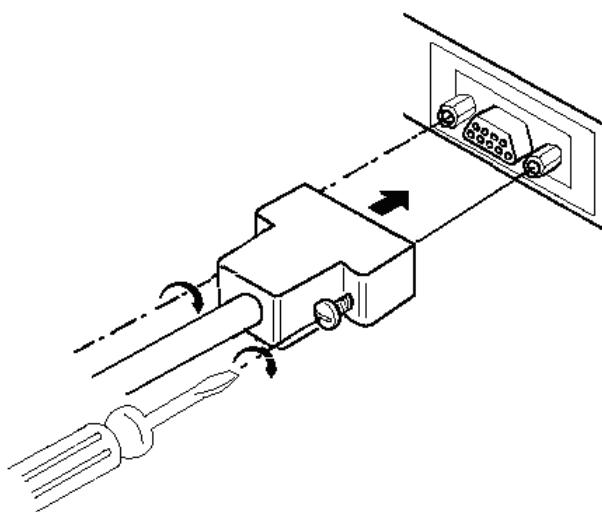

Рисунок 4 Подключение интерфейсного кабеля (9-pin)
- 3.Закрепите интерфейсный кабель при помощи винтов, как показано на Рис. 4.